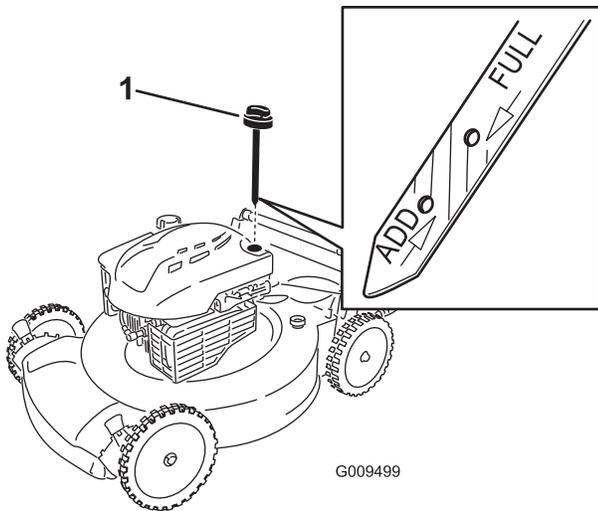

Figura 23
3. Retire la varilla (Figura 23).
10. Observe en la varilla el nivel de aceite (Figura 23).